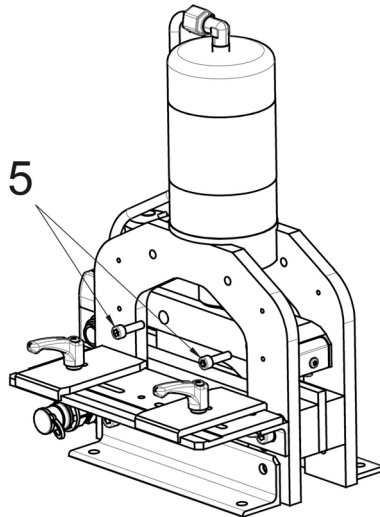

Bild 12: Lossa fästskruvarna
- Lossa de båda M8-skruvarna (bild 12, 5) på sidan av knivbalken.
- Skruva i de båda M8-skruvarna (bild 12, 5) från sidan med ett åtdragningsmoment av 15–20 Nm.